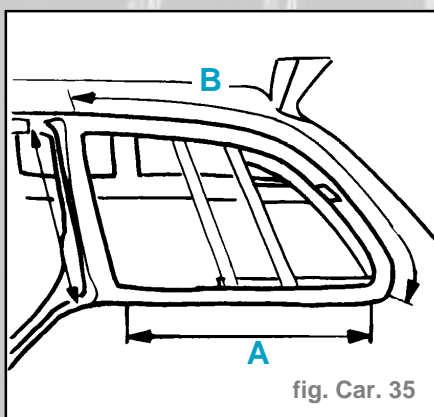

fig. Car. 35
- Le cordon de colle ne se trouvant pas placé pareil dans les zones (A) et (B), il faut régler directement le galet de la lame de coupe dans ces deux zones (risque d'endommagement de la laque) (fig. Car. 35).
- Pour la zone (C), utiliser un scalpel.